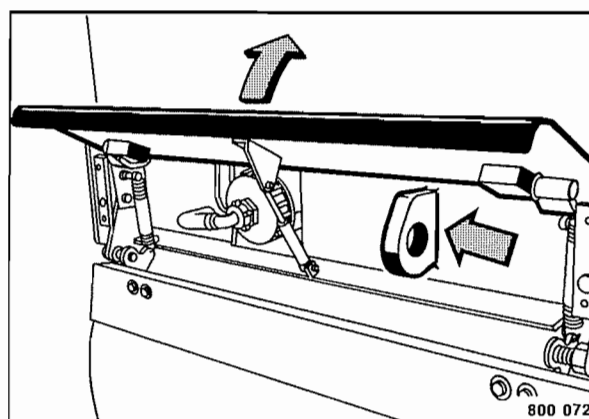

Fig. 69
- Abrir la chapaleta trasera y remolcar la máquina utilizando la armella de remolque (Fig. 69).